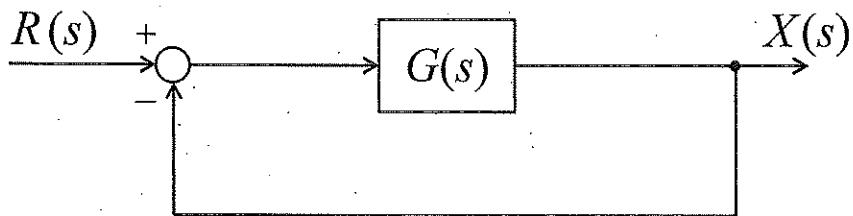

図3
(2) 図3のフィードバック制御系について、以下の問い合わせに答えなさい。ただし、 $G(s)$ は次式で表される。